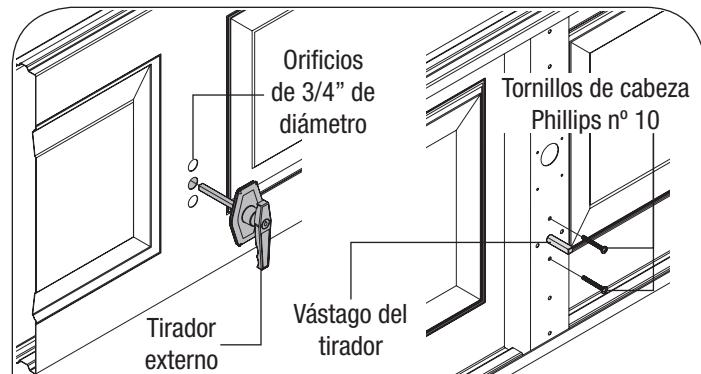

FIG. 4
EN LAS PUERTAS DE LAS 8000/8100/8200, (VER FIG. 4): Alinee el conjunto del tirador externo con el tirador orientado hacia el piso e inserte el conjunto a través de los orificios de 3/4" de diámetro previamente taladrados en la sección. Asegure el tirador externo de la cerradura a la sección con (2) tornillos de cabeza Phillips Nº 10.